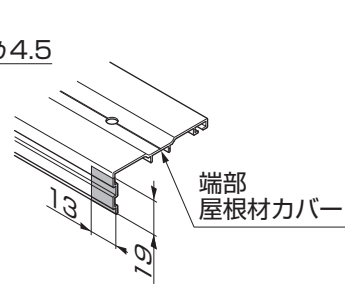

図3-3
- 組立て時、桁止水板と干渉する場合のみ切欠いてください。(図3-3参照)